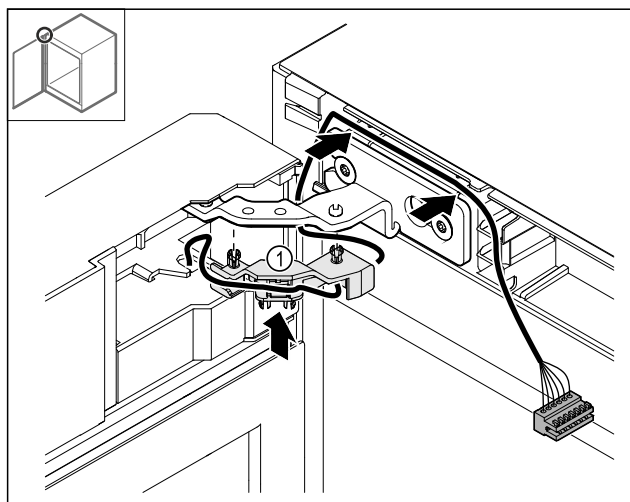

Fig. 45
- Presionar el soporte del cable Fig. 45 (1) en la bisagra.